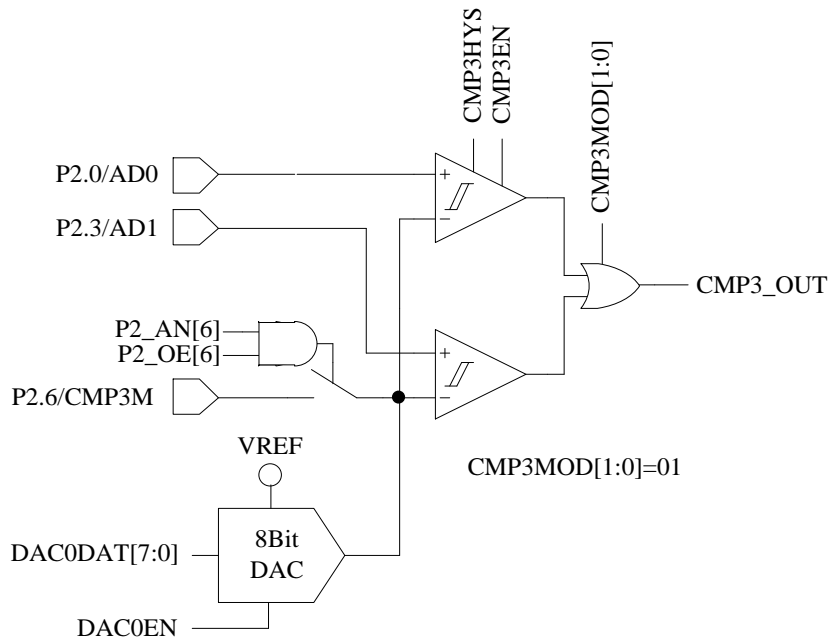

图 30-3 CMP3MOD[1:0]=01，选择双比较器输入模式
- 配置 CMP\_CR1[CMP3MOD] = 01，CMP3 为双比较器输入模式，具体输入输出端口及接法如图 30-3 所示